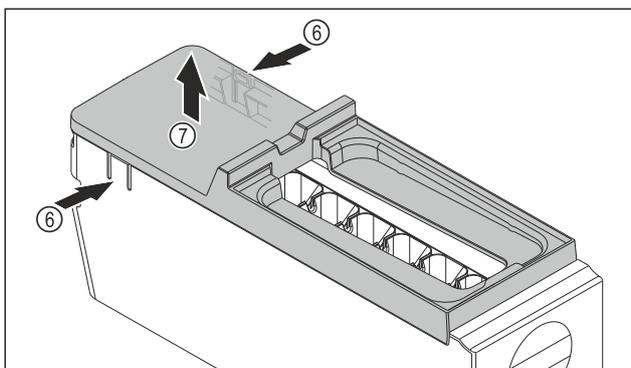

Fig. 90
- ▶ Rimuovere la copertura del corpo dell'EasyTwist-Ice: Con una mano, premere le linguette Fig. 90 (6) su entrambi i lati del corpo dell'EasyTwist-Ice.
- ▶ Con l'altra mano, estrarre verso l'alto la copertura Fig. 90 (7).